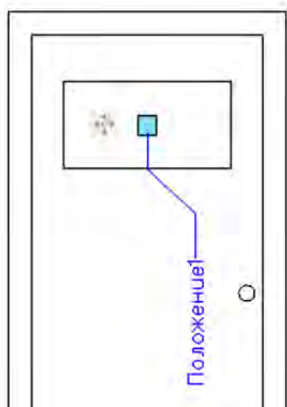

Рисунок 9.14 Параметр «Точечный» с операцией «Перемещение» в редакторе блока
4. Рядом с ручкой параметра «Положение» появится значок операции, установка операции «Перемещение» будет завершена (рисунок 9.14) и можно выйти из редактора блока.